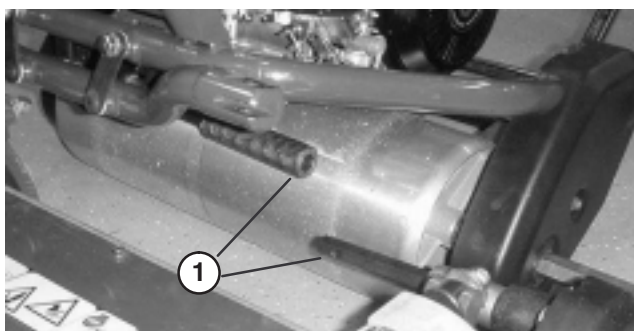

Figure 13
6. Tirez le plateau de coupe en avant d'environ 51 mm, puis vers la droite pour dégager l'accouplement de la transmission (Fig. 13).